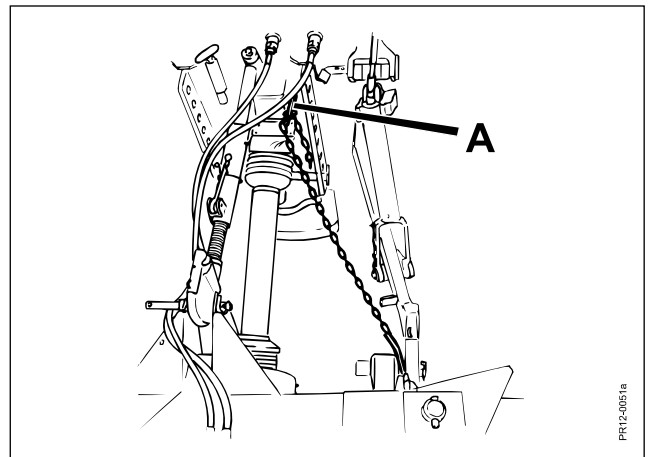

Fig. 2-13
- Fig. 2-13** Die Länge der Haltekette (falls montiert) wird bei **A** so eingestellt, dass die Unterlenker in der gewünschten Arbeitsstellung bleiben.